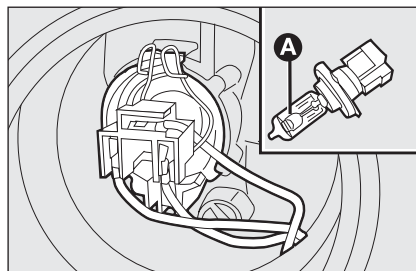

fig. 24
- enlever l'ampoule **A-fig. 24** du connecteur **B** et la remplacer;